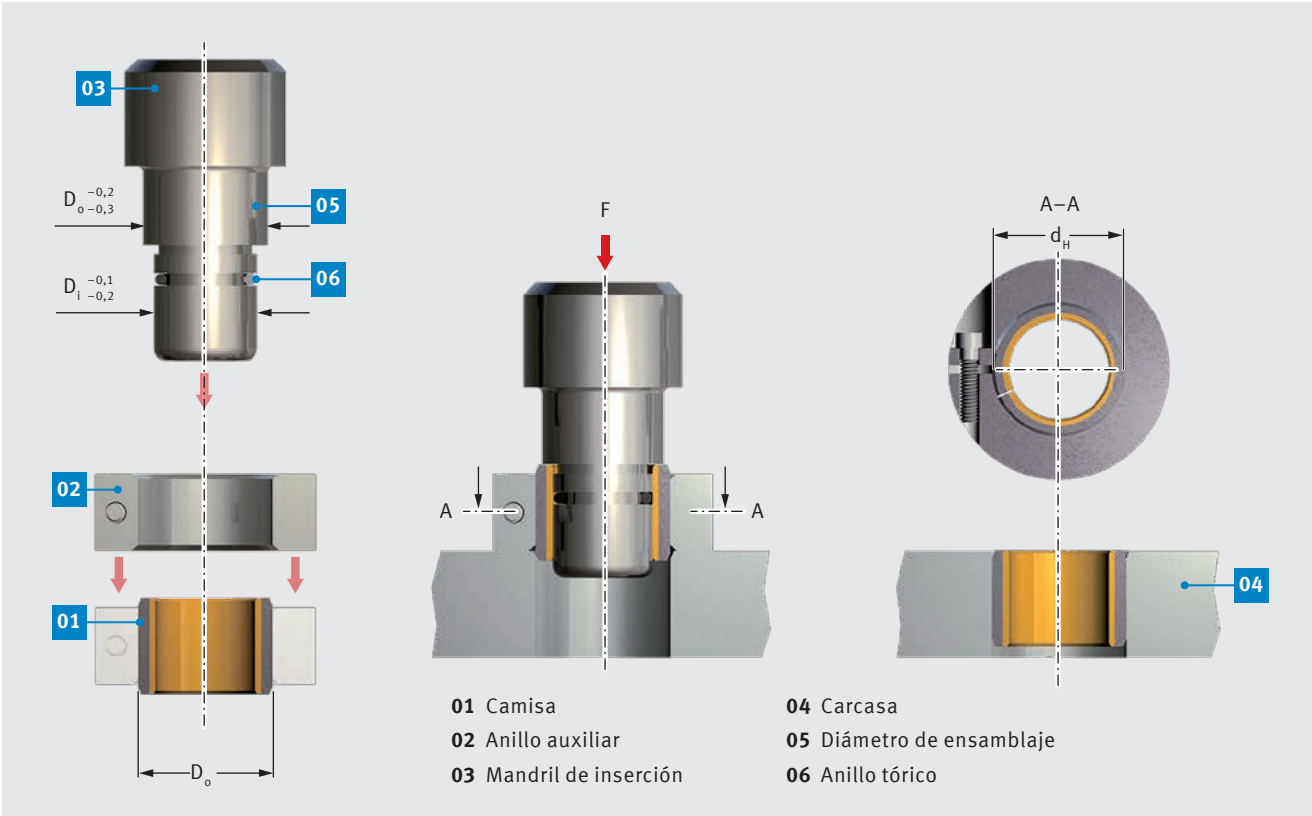

Fig. 54: Inserción a presión de camisas, $D_o \geq 55$ mm, con anillo auxiliar
- inserción a presión con mandril y anillo auxiliar según la Fig. 54.